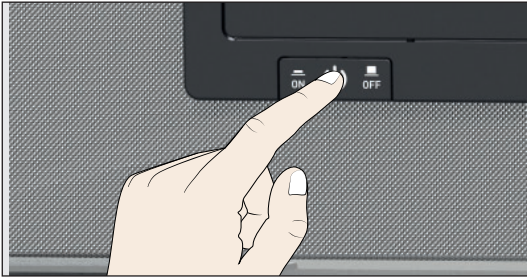

Abb. 25 Gerät einschalten
3. VO einschalten; dazu den Hauptschalter auf der Gerätevorderseite eindrücken (Abb. 25).